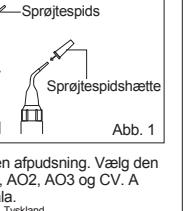

Fig. 2
2. Eventuele lucht die nog in de doseertip kan zitten, wordt verwijderd door de zuiger van de spuit zachtjes voorwaarts te duwen met de tip omhoog. Dette heeft het materiaal de opening van de tip bereikt (Fig. 2).
2. For at fjerne luft fra sprøjten, trykkes sprøjtenes stempel forsigtigt ind, indtil materialel kommer ud af spidsen (Fig. 2).
2. Any possible air from the dispensing tip is removed by gently pushing forward the syringe plunger with the tip pointing upwards until material reaches the tip of the tip (Fig. 2).